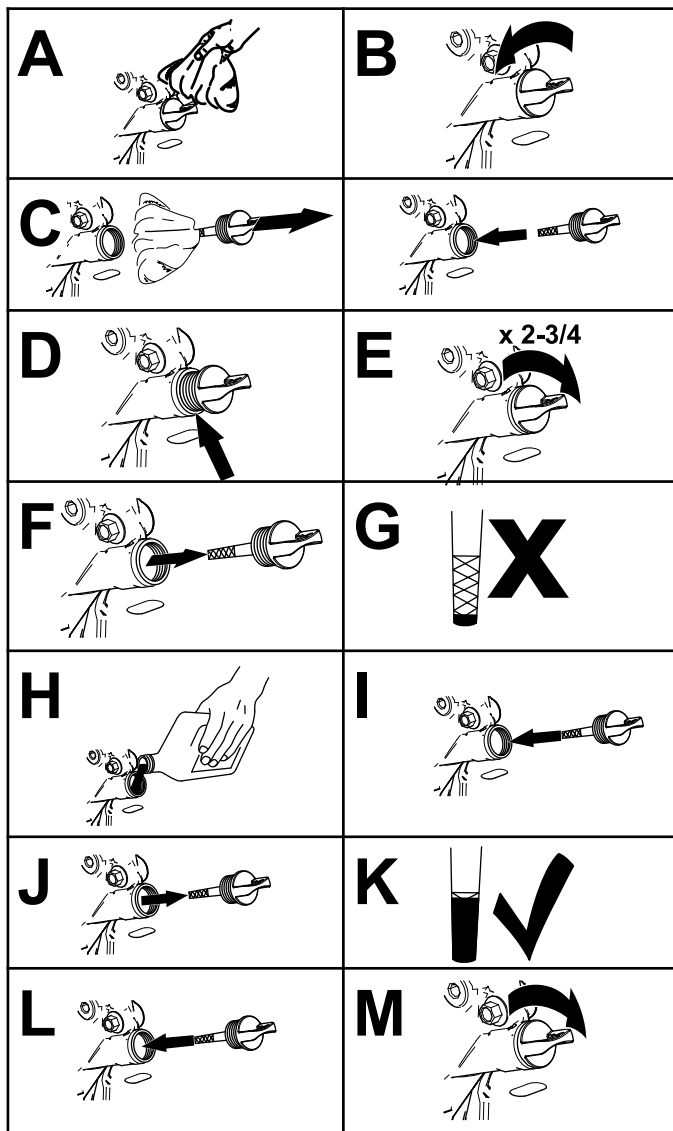

Figura 28
4. Compruebe el nivel de aceite del motor como se muestra en la Figura 28.